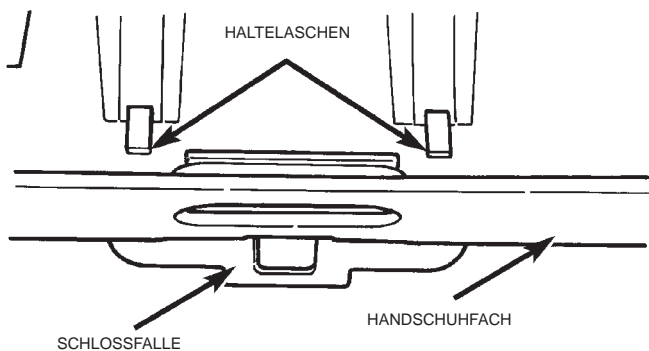

Abb. 14 Schloßfalle des Handschuhfaches aus- und einbauen
(1) Handschuhfach aus der Instrumententafel ausbauen, siehe Kapitel "Handschuhfach".
(2) Von der Oberseite des Handschuhfaches her die beiden Haltelaschen, mit der die Schloßfalle an der Instrumententafel befestigt ist, aufrichten (Abb. 14).